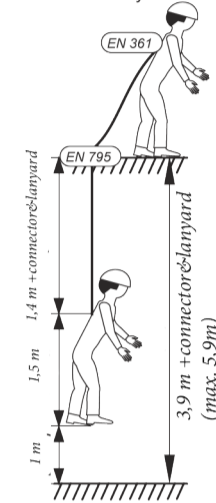

Fig.1
- Um den Falldämpfer anzupassen - Benutzen Sie einen Verbinder nach EN 362(Fig.1)